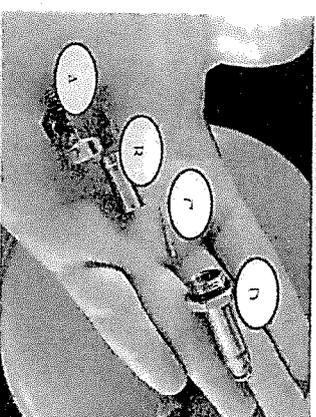

Fig. 1
3. Con l'ausilio di una chiave esagonale 20mm ed una da 17mm disassemblare le componenti come nella fig. 1